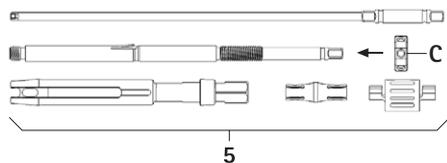

Fig. 10
- ▶ Introduzir a porca tensora **C** no tubo interno, ver Fig. 10.